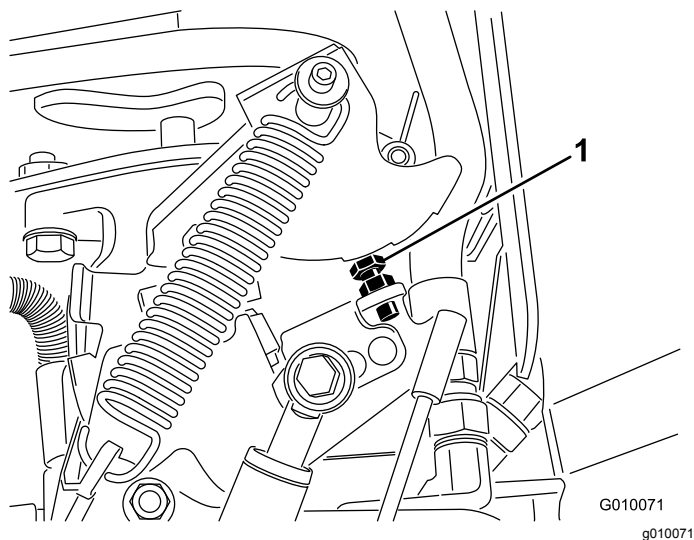

Figura 70
6. Si es necesario realizar un ajuste, gire el perno de tope de la bomba (Figura 70) acercándolo a la placa de tope para reducir el espaciado de las perforaciones, o gire el perno de tope alejándolo de la placa de tope para aumentar el espaciado de las perforaciones.